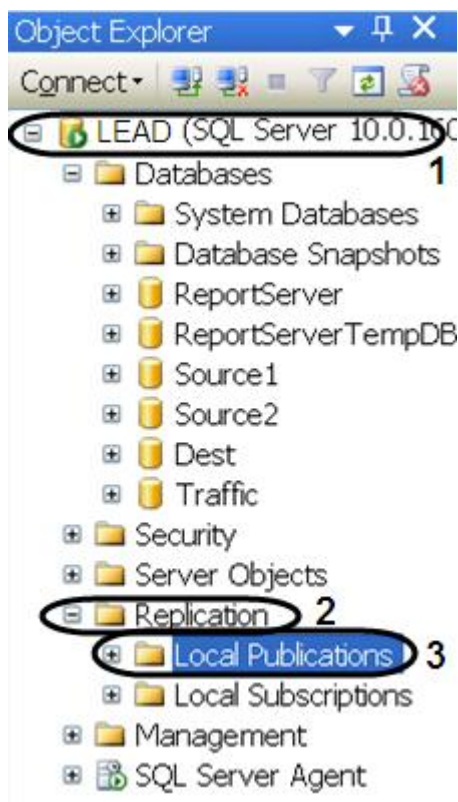

Рис. 11.3-3. Создание новой публикации
6. Запустить утилиту «Microsoft Sql Server Management Studio» и, присоединившись к серверу, публикующему данные, раскрыть узел сервера (см. Рис. 11.3-3, 1).
7. Раскрыть папку «Replication» (см. Рис. 11.3-3, 2), после чего щелкнуть правой кнопкой мыши по папке «Local Publication» (см. Рис. 11.3-3, 3).